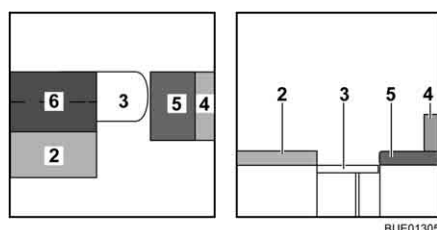

Fig. 122 Durante la trasformazione
- Aprire il cuscino aggiuntivo (Fig. 122,6) e collocarlo sul tavolo.